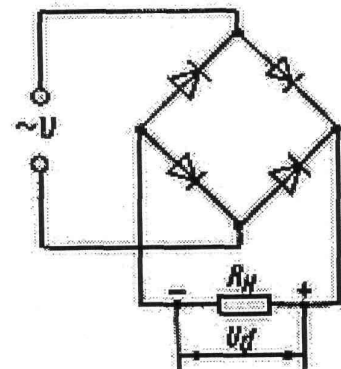

Рисунок 3
4. Составляем схему мостового выпрямителя (рис. 3). В этой схеме каждый из диодов имеет параметры диода КД202Н:  $I_{\text{доп}} = 1 \text{ А.}$ ,  $U_{\text{обр}} = 500 \text{ В}$ .